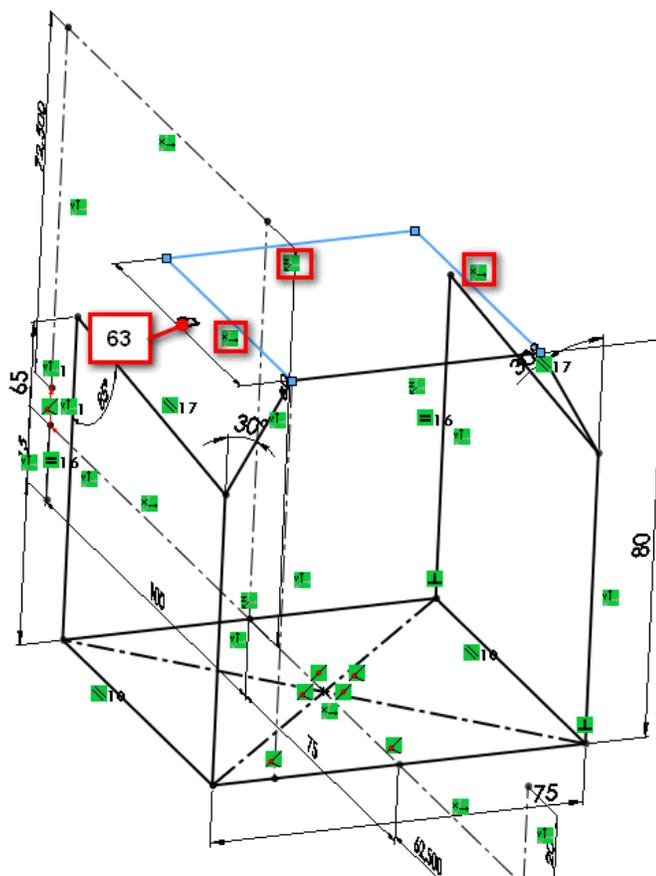

Figura 1.9 - Desenho da parte superior.
2.17. Com a ferramenta linha , selecione o plano de trabalho ZX e desenhe as linhas em azul na Figura 1.9. Dimensione com 63 e certifique-se de adicionar as relações **Ao longo de X** e **Ao longo de Z**, destacadas na Figura 1.9.